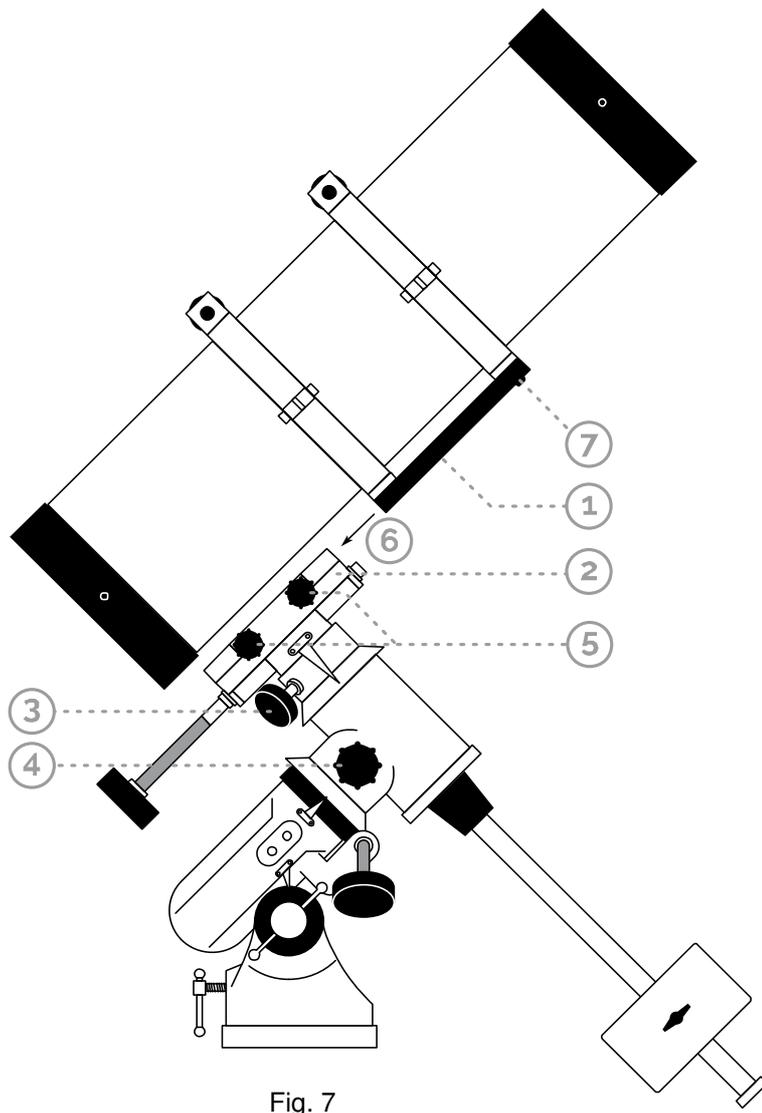

Fig. 7
- Dans un premier temps, positionner la monture équatoriale comme indiqué sur la figure 7 ci-contre.
- Lorsque cela est fait, maintenir la monture en position en serrant (sans forcer) le frein de l'axe de *déclinaison* (3) et le frein de l'axe d'*ascension droite* (4).
- Desserrer ensuite les deux vis de blocage situées sur le côté de la glissière de la monture (5) jusqu'à permettre l'insertion de la plaque de liaison (1).
- Insérer la plaque de liaison (1) du tube optique dans la glissière de la monture équatoriale (6).
- Resserer les deux vis de blocage situées sur le côté de la glissière de la monture (5) pour maintenir le tube en place.
- Desserrer les freins de l'axe de *déclinaison* et de l'axe d'*ascension droite* (n°3 & 4, fig.7)
- Resserrer ensuite les freins de l'axe de *déclinaison* et de l'axe d'*ascension droite* (n°3 & 4, fig.7).
Il convient, tout d'abord, de s'assurer que le frein de l'axe de *déclinaison* et le frein de l'axe d'*ascension droite* (n°3 & 4, fig.7) sont bien desserrés. Le pointage du télescope pourra ainsi se faire manuellement ou avec les molettes de mouvement lent sans endommager l'instrument.